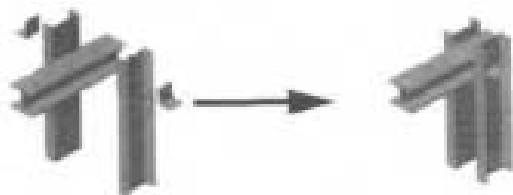

图 1-8 焊接
- 焊接造型：将多个焊接部件生成焊接的单一实体，如图 1-8 所示。